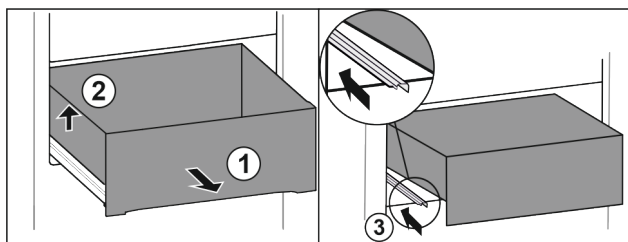

Fig. 62
- ▶ Træk skuffen ud indtil anslag. Fig. 62 (1)
- ▶ Løft skuffen i venstre side. Fig. 62 (2)
- ▶ Skub den venstre skinne ind. Fig. 62 (3)